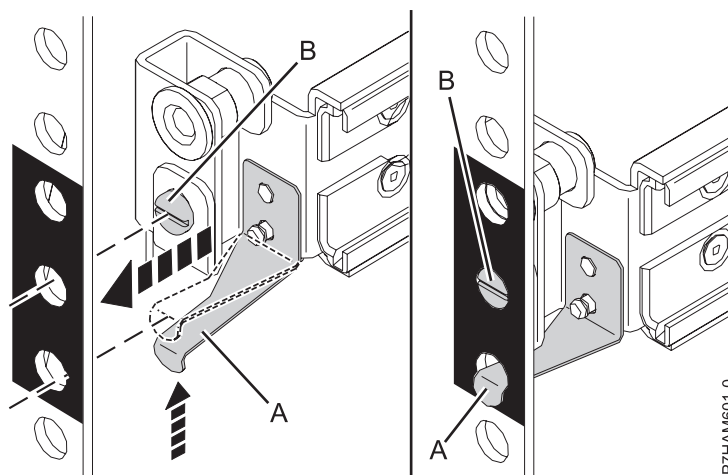

Figure 8. Fixation de la glissière à l'avant de l'armoire
- La patte de fixation (A) est du côté avant de l'armoire, alignée sur le trou inférieur de la bande EIA que vous avez marqué précédemment, comme indiqué à la figure 8, à la page 10.
- c. Soulevez la patte de fixation (A) et insérez-la dans le trou inférieur de la bande EIA que vous avez marqué, comme indiqué à la figure 8. Vérifiez que l'ergot de la patte de fixation est entièrement engagé dans le trou, et qu'il s'appuie fermement sur son bord inférieur. Insérez la vis d'alignement (B) dans le trou intermédiaire de la bande EIA, marqué précédemment.
**Remarque :** Deux tailles de vis d'alignement (B) sont fournies. Si les trous de montage de l'armoire sont ronds, utilisez les petites vis d'alignement pour les glissières. Si les trous de montage de l'armoire sont carrés, utilisez les grosses vis d'alignement. Les vis d'alignement sont fournies dans le kit d'installation de l'armoire.